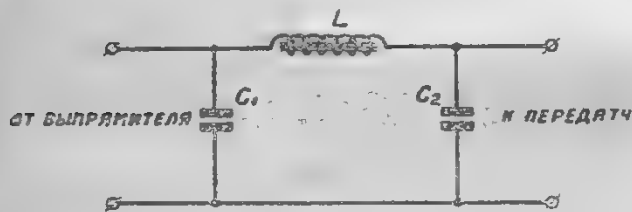

Рис. 2
1) Г-образные, состоящие из одного дросселя и одной группы конденсаторов, включенных на выходе фильтра (рис. 2).